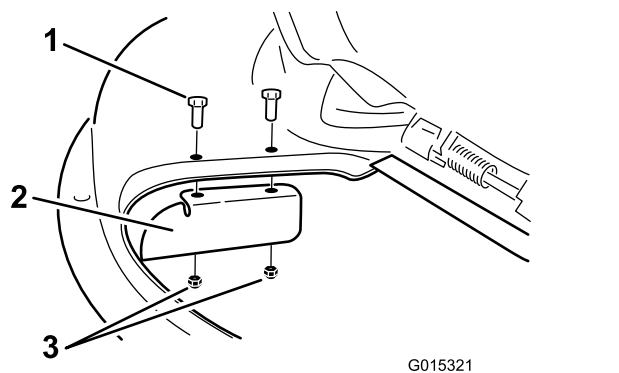

Figura 28
- Installate il deflettore di scarico sul piatto di taglio (Figura 28).
- Staccate il deflettore di scarico dal piatto di taglio (Figura 28).